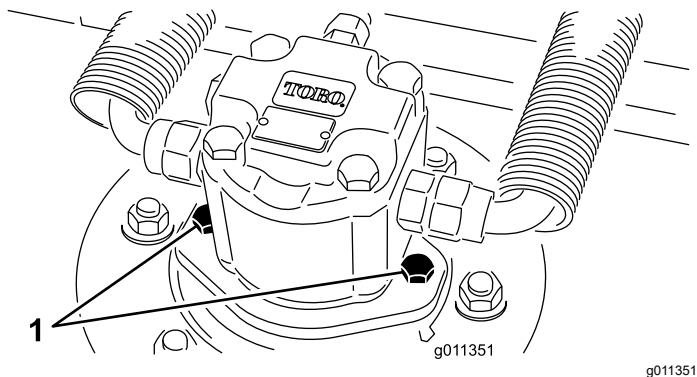

图 79
2. 从滚刀组中断开并取出液压马达图 79。盖住锭轴的顶部防止污染。
3. 将液压马达安装到滚刀组上图 79。确保 O 形圈到位且没有受到损坏。